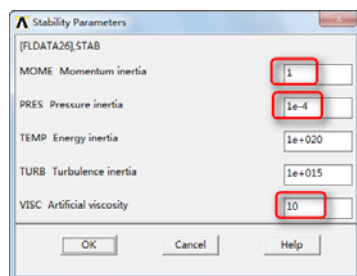

图 6-28 “Stability Parameters”对话框
⑪依次选择 Main Menu→Solution→FLOTTRAN Set Up→Relax/Stab/Cap→Stability Parms, 会弹出“Stability Parameters”对话框, 如图 6-28 所示, 在“MOME Momentum inertia”输入框中输入 1, 在“PRES Pressure inertia”输入框中输入 $1e-4$, 在“VISC Artificial viscosity”输入框中输入 10, 单击“OK”按钮关闭该对话框。
⑭依次选择 Main Menu→Solution→FLOTRAN Set Up→Relax/Stab/Cap→Stability Parms, 会弹出“Stability Parameters”对话框, 如图 6-28 所示, 在“VISC Artificial viscosity”输入框中输入 1, 单击“OK”按钮关闭该对话框。
⑯依次选择 Main Menu→Solution→FLOTRAN Set Up→Relax/Stab/Cap→Stability Parms, 会弹出“Stability Parameters”对话框, 如图 6-28 所示, 在“VISC Artificial viscosity”输入框中输入 0.1, 单击“OK”按钮关闭该对话框。
⑱依次选择 Main Menu→Solution→FLOTRAN Set Up→Relax/Stab/Cap→Stability Parms, 会弹出“Stability Parameters”对话框, 如图 6-28 所示, 在“VISC Artificial viscosity”输入框中输入 0.01, 单击“OK”按钮关闭该对话框。
⑲依次选择 Main Menu→Solution→Run FLOTRAN, 粘度为 0.01 的 20 步迭代计算
②① 依次选择 Main Menu→Solution→FLOTTRAN Set Up→Relax/Stab/Cap→Stability Params，会弹出“Stability Parameters”对话框，如图 6-28 所示，在“VISC Artificial viscosity”输入框中输入 0.001，单击“OK”按钮关闭该对话框。
②③ 依次选择 Main Menu→Solution→FLOTTRAN Set Up→Relax/Stab/Cap→Stability Params，会弹出“Stability Parameters”对话框，如图 6-28 所示，在“VISC Artificial viscosity”输入框中输入 0.0001，单击“OK”按钮关闭该对话框。
②⑤ 依次选择 Main Menu→Solution→FLOTTRAN Set Up→Relax/Stab/Cap→Stability Params，会弹出“Stability Parameters”对话框，如图 6-28 所示，在“VISC Artificial viscosity”输入框中输入 0.00001，单击“OK”按钮关闭该对话框。
26 依次选择 Main Menu→Solution→FLOTRAN Set Up→Relax/Stab/Cap→Stability Parms, 会弹出“Stability Parameters”对话框, 如图 6-28 所示, 在“VISC Artificial viscosity”输入框中输入 0, 单击“OK”按钮关闭该对话框。
29 依次选择 Main Menu→Solution→FLOTRAN Set Up→Relax/Stab/Cap→Stability Parms, 会弹出“Stability Parameters”对话框, 如图 6-28 所示, 在“MOME Momentum inertia”输入框中输入 10, 在“PRES Pressure inertia”输入框中输入 1e-2, 单击“OK”按钮关闭该对话框。
③② 依次选择 Main Menu→Solution→FLOTTRAN Set Up→Relax/Stab/Cap→Stability Parmns，会弹出“Stability Parameters”对话框，如图 6-28 所示，在“MOME Momentum inertia”输入框中输入 1e15，在“PRES Pressure inertia”输入框中输入 1e15，单击“OK”按钮关闭该对话框。